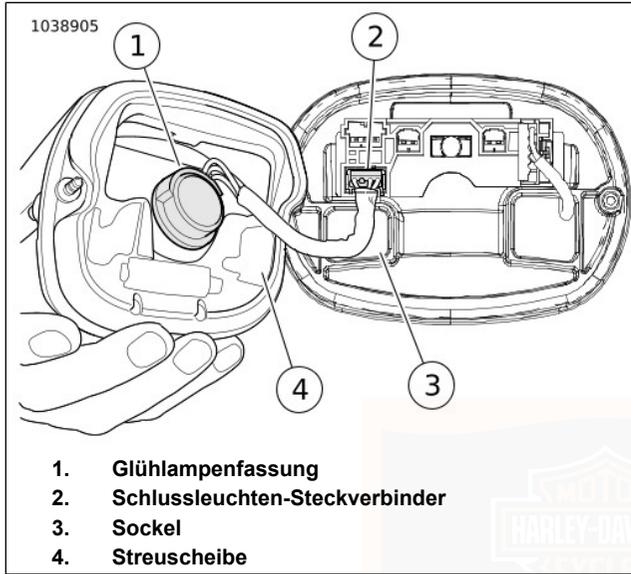

Abbildung 85. Glühlampen-Schlussleuchte
2. Siehe Abbildung 85. Den Schlussleuchten-Steckverbinder (3) abklemmen.
3. Die Glühlampenfassung (4) um eine Vierteldrehung nach links drehen und aus der Schlussleuchte nehmen. Die Glühlampe entfernen.
2. Siehe Abbildung 85. Fassung (4) in die Schlussleuchtenbaulampe einstecken. Eine Vierteldrehung im Uhrzeigersinn drehen.
3. Den Schlussleuchten-Steckverbinder (3) einstecken.